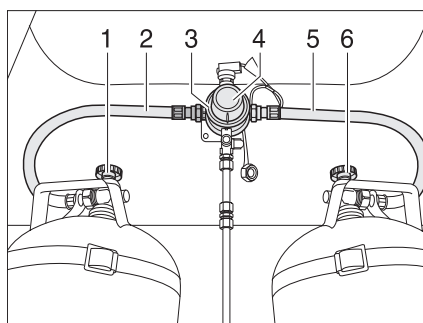
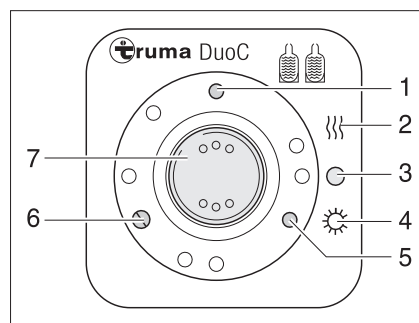

Fig. 147 Dispositif de commutation DuoControl
Fig. 148 Unité de commande
Le dispositif de commutation DuoControl est composé d'une valve de commutation (Fig. 147,3) et de l'unité de commande (Fig. 148). La valve de commutation est montée entre les lyres (Fig. 147,2 et 5). Un bouton rotatif (Fig. 147,4) situé sur la valve de commutation permet de définir laquelle des bouteilles de gaz est celle de service et laquelle est celle de réserve.
Seules les fonctions électriques peuvent être activées sur l'unité de commande (Fig. 148). Les robinets principaux des bouteilles de gaz (Fig. 147,1 et 6) doivent être ouverts manuellement.
La valve de commutation garantit une pression du gaz constante, indépendamment de la bouteille qui fournit le gaz. Les deux voyants de contrôle de l'unité de commande indiquent le niveau de remplissage de la bouteille de service. Lorsque le voyant de contrôle vert (Fig. 148,6) s'allume, la bouteille de service est entièrement chargée. Lorsque le voyant de contrôle rouge (Fig. 148,5) s'allume, la bouteille de service est vide. L'alimentation en gaz s'effectue également par la bouteille de réserve.
- Ouvrir les robinets principaux des bouteilles de gaz (Fig. 147,1 et 6).
- Choisir la bouteille de gaz avec le bouton rotatif (Fig. 147,4) de la valve de commutation (Fig. 147,3) à partir de laquelle le gaz sera utilisé principalement (bouteille de service).
- Mettre en marche le dispositif de commutation DuoControl sur l'unité de commande (Fig. 148).
Pour ce faire, régler le commutateur à bascule (Fig. 148,7) sur régime hiver "Marche et chauffage" (Fig. 148,2) ou bien sur régime été "Marche" (Fig. 148,4). La valve de commutation est maintenant désaérée. Le voyant de contrôle jaune (Fig. 148,1) s'allume si le régime hiver est sélectionné et l'installation de dégivrage est activée.
- Mettre le commutateur à bascule (Fig. 148,7) sur "O" (Fig. 148,3). Le voyant de contrôle jaune (Fig. 148,1) s'éteint.
- Fermer les robinets principaux des bouteilles de gaz (Fig. 147,1 et 6).
Les voyants de contrôle de l'unité de commande (Fig. 148,5 et 6) signalisent à l'intérieur du véhicule si la bouteille de gaz est en état de marche.
Si le voyant de contrôle vert (Fig. 148,6) s'éteint durant le fonctionnement et le voyant de contrôle rouge (Fig. 148,5) s'allume, la bouteille de gaz définie comme bouteille de service est vide et doit être remplacée. La bouteille de réserve alimente les appareils à gaz.